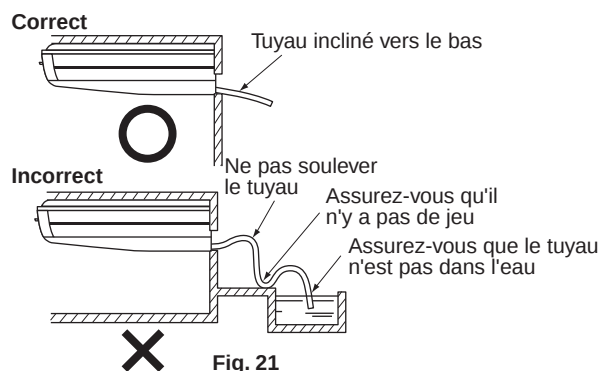

Fig. 21
(1) Installez les tuyaux d'écoulement.
- Assurez-vous que les conduites soient courtes, qu'elles aient une inclinaison d'au moins 1/100, et qu'elles soient à même d'éviter la formation de poches d'air. **(Reportez-vous à la Fig 21.)**